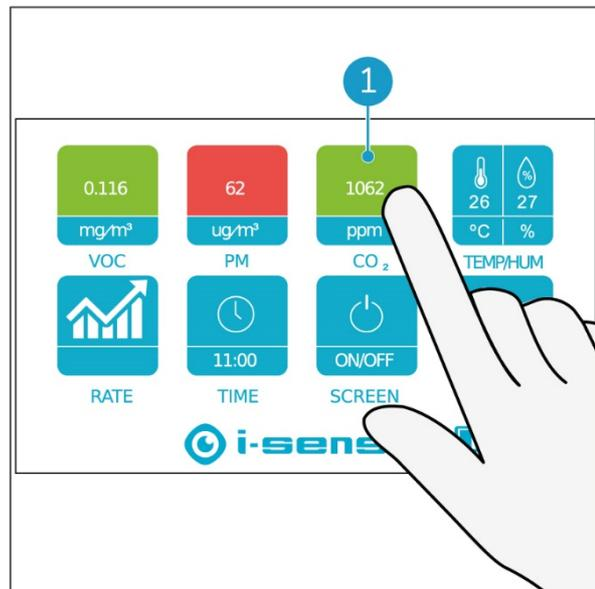

Abbildung 14
1. Berühren Sie die Schaltfläche CO₂ (Abbildung 14, Pos. 1) mit einem Finger.